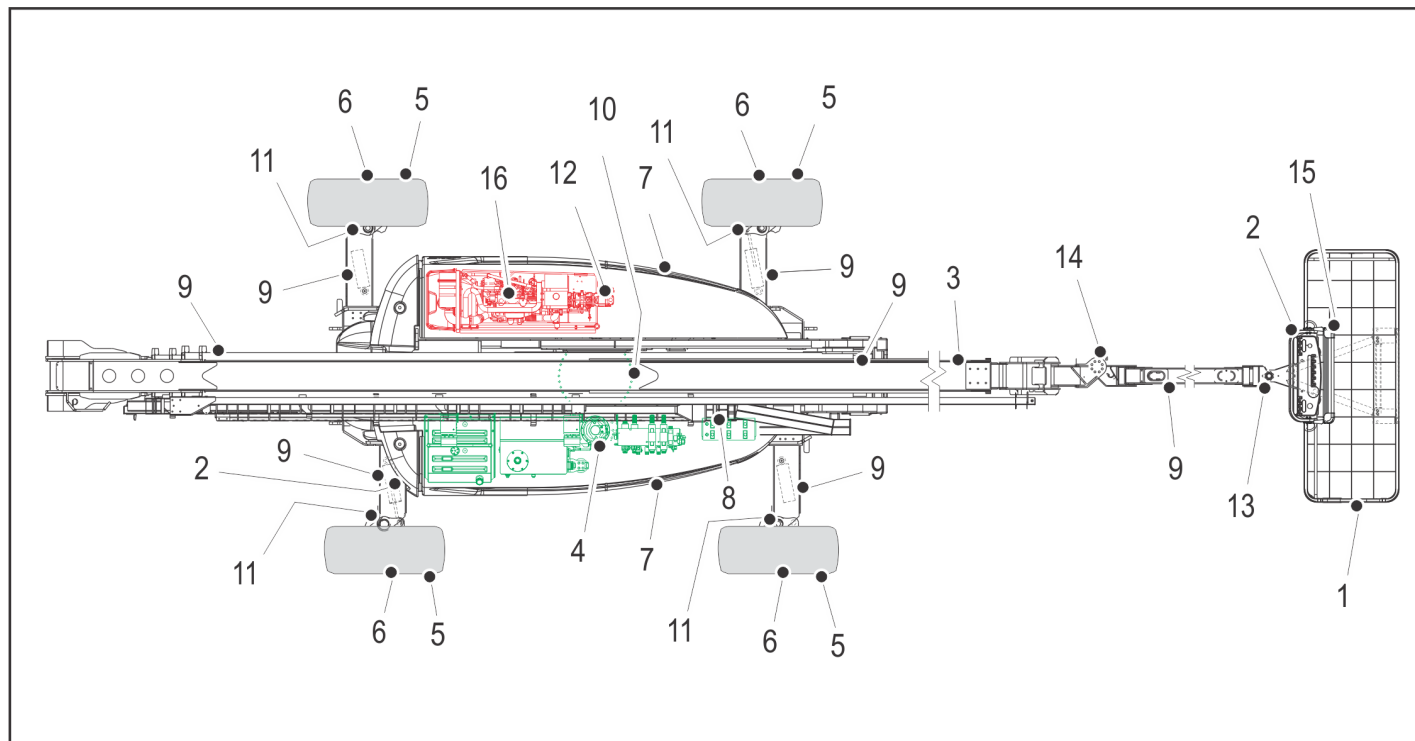

Figure 2-2. Ronde d'inspection quotidienne – Fiche 1 de 2
5. **Ronde d'inspection** – Voir la Figure 2-2.